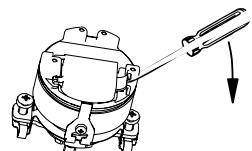

Figure 5: Assembly figure for SKS36S/SKM36S tapered shaft
4.2 Montaje del sistema motor feedback con árbol cónico y apoyo de chapa elástica (Fig. 5)
- ▶ El hexágono (1) del árbol transmisor (2) debe enclavarse en la escotadura de la placa de fijación (3) del apoyo de par de giro (4). Coloque la herramienta de montaje (5) en la parte posterior del transmisor y enclave los entallamientos de la carcasa del transmisor (6). Atornille el transmisor en el árbol de accionamiento mediante el hexágono (7) que se encuentra en la herramienta de montaje (5). Los tornillos (8) no deben engancharse en los taladros de fijación del motor. Par de apriete: 4 Nm + 0,8 Nm.